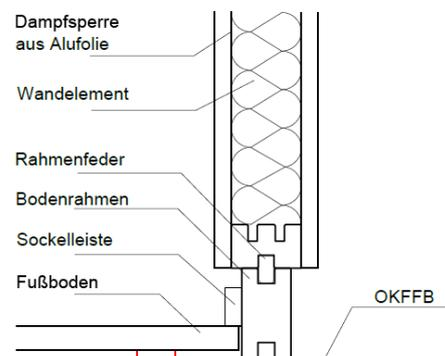

Abbildung 4
- ☞ Die Dampfsperre aus Aluminium Folie befindet sich auf der Innenseite der Kabine (Abbildung 4).